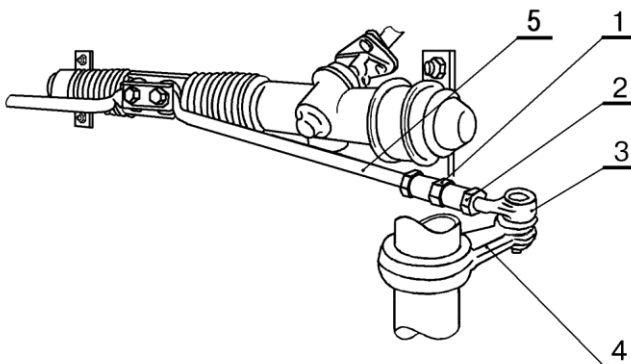

Рисунок 7 - Регулировка схождения передних колес автомобилей LADA 2108, 2109, 21099, 2113, 2114, 2115:
5.3.2 Удерживая тягу 1, рисунок 7, рулевой трапеции, ослабить затяжку контргаек 2 тяги (ключ гаечный 27 - 2 шт.).